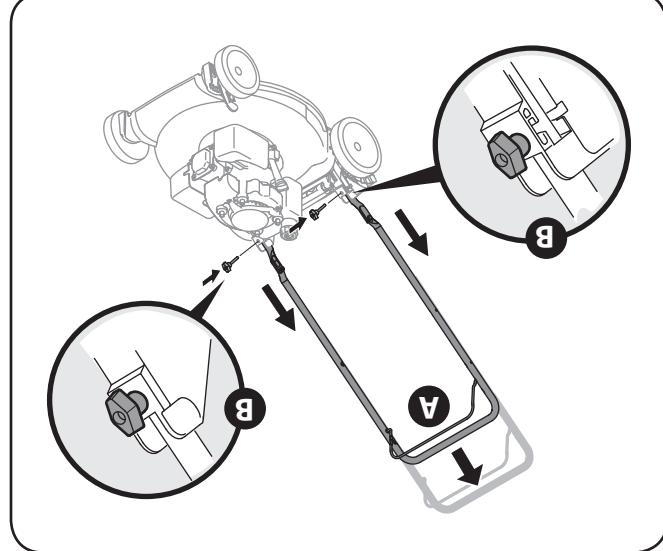

Figure 3-4
- b. Dégagez lentement la poignée du démarreur à la lanceur du moteur et faites passer la corde dans son guidon inférieur (voir l'éclaté de la Figure 3-3). Alignez avec les trous des supports du guidon. Voir la Figure 3-4.
- a. Relévez le guidon jusqu'à ce que les trous du guidon maintiennent le guidon. Voir la Figure 3-4.
- a. Insérez les boutons à tête en T, enlevés au paragraphe 1b, dans les supports du guidon et dans le guidon en place. Voir la Figure 3-4.